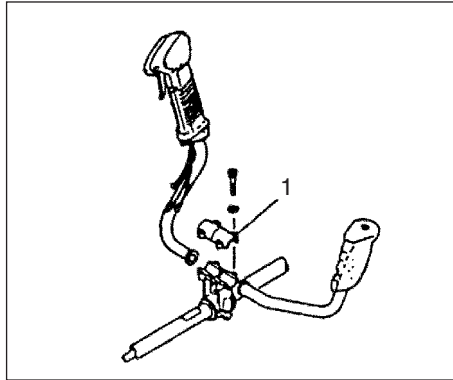

Fig.1-3
Tag loss överfallet (1). (Fig. 1-3)